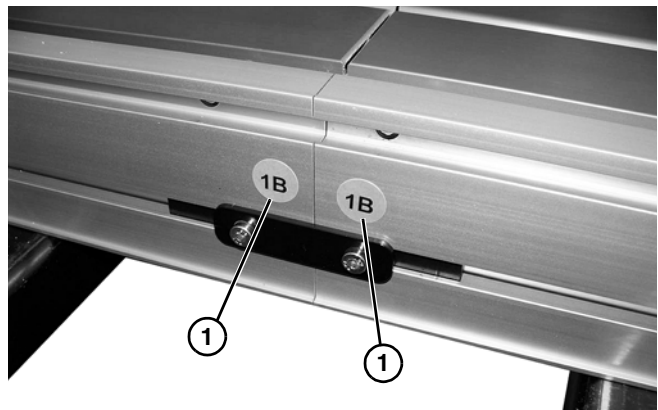

Figure 3
1. Förderer entsprechend den Abschnittsschildern positionieren und anordnen (**Figure 3, item 1**).